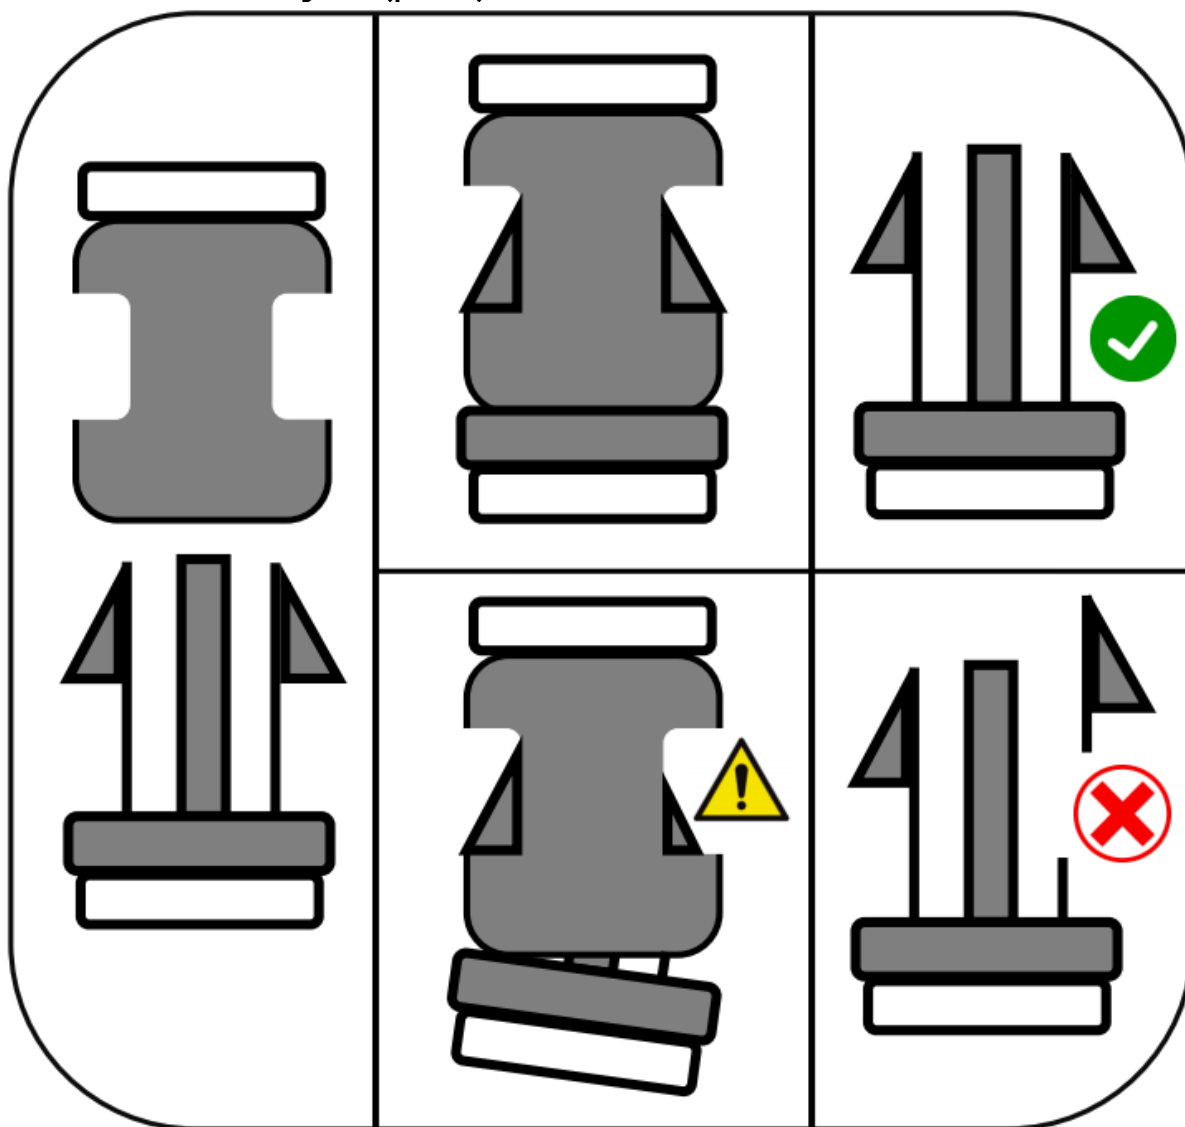

Рисунок 1. Инструкция по правильному закрытию фастексов
3. Перед работой убедиться, что все фастексы на наплечниках и поясе полностью защелкнуты. (рис.1)